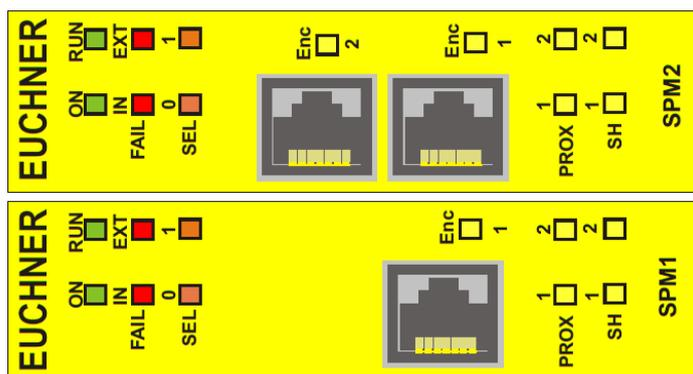

Figura 26:
8.3.14. Módulos SPM0/SPM1/SPM2 (Figura 26)